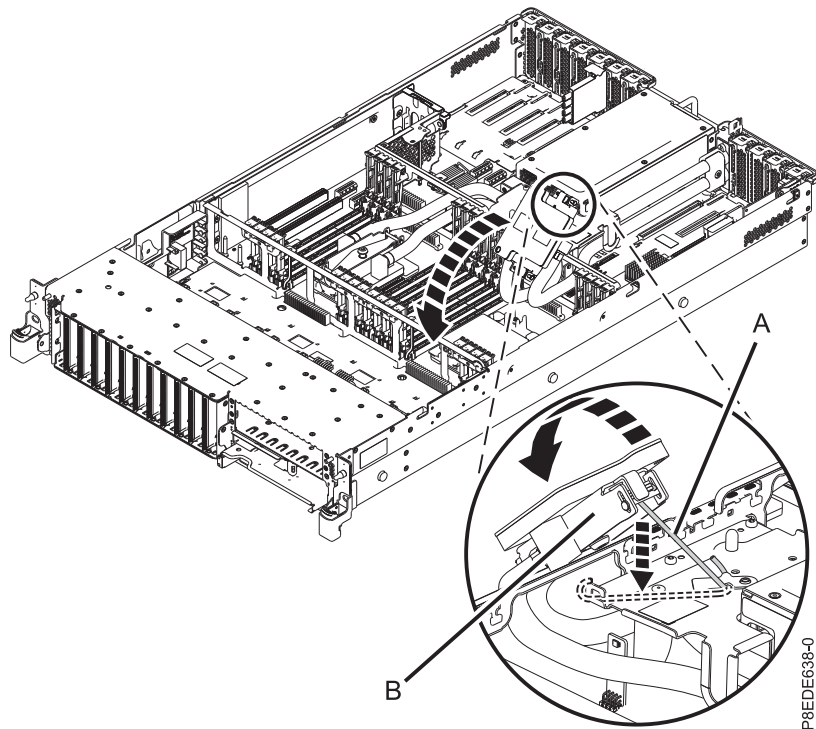

Abbildung 41. Gekühlte Platte am Systemprozessormodul ausrichten
- a. Lösen Sie den Servicehaken (**A**) von der gekühlten Platte (**B**) und richten Sie die gekühlte Platte vorsichtig am Systemprozessormodul aus, siehe Abb. 41 auf Seite 41.